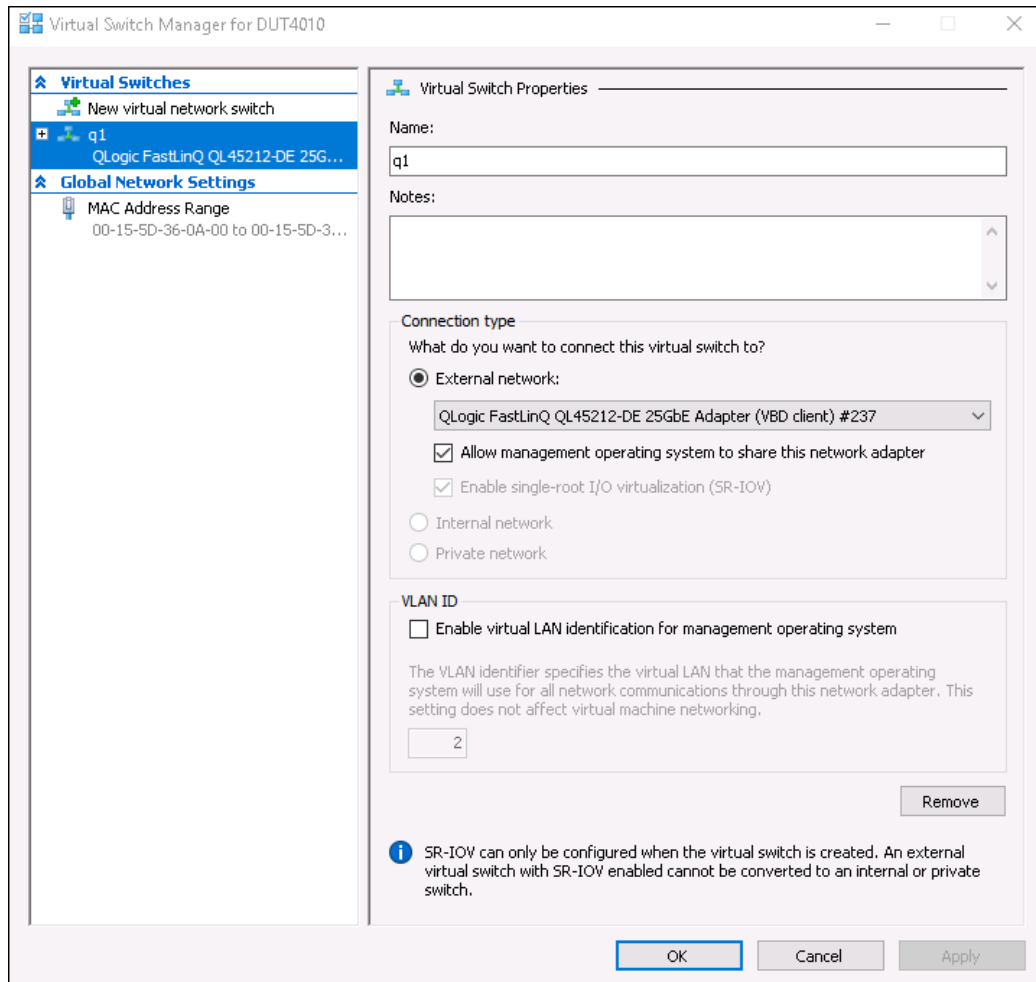

Figure 9-14. Gestionnaire de commutateur virtuel
2. Sélectionnez **Virtual Switch Manager** (Gestionnaire de commutateur virtuel) (voir la Figure 9-14).